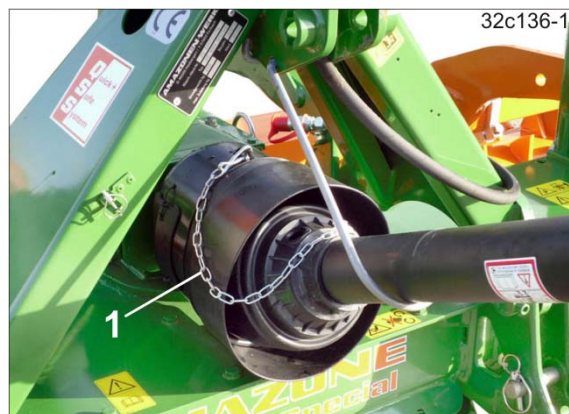

Fig. 98
11. Lås kardanakselbeskyttelsen på traktoren og maskinen med holdekæder (Fig. 98/1) mod at dreje med.